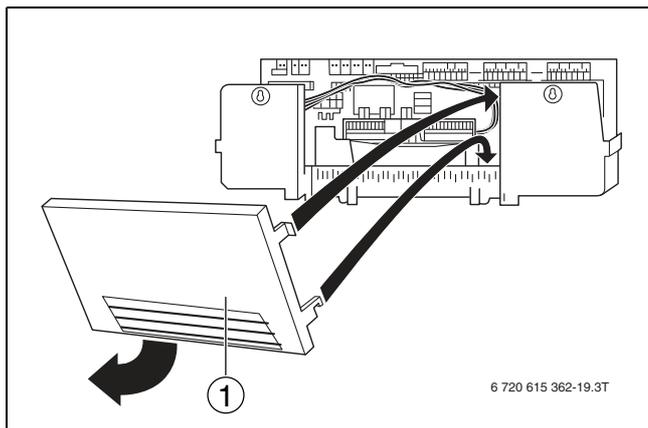

Рис. 22 Подготовка кабельного прохода
- ▶ При необходимости выломайте или вырежьте заглушки в задней стенке [1] (→ рис. 22).
- ▶ Установите заднюю стенку на систему управления (→ рис. 22).